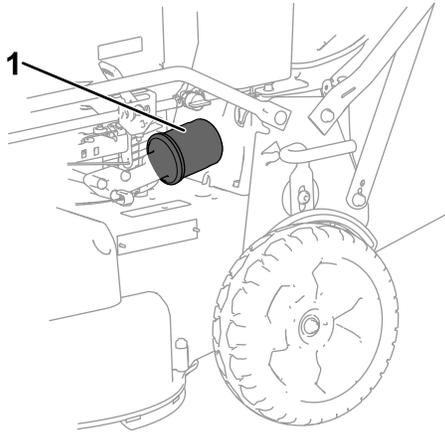

Рисунок 28
6. Снимите масляный фильтр (Рисунок 28).